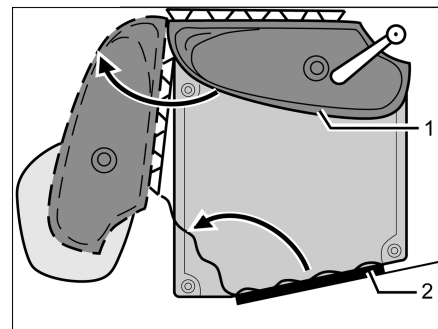

Fig. 378 Inodoro Vario
- Girar el lavabo con la pared dorsal (Fig. 378,1) en dirección de la flecha.
- Entrar en el cuarto de aseo, cerrar la puerta de entrada (Fig. 378,2) desde dentro y bloquearla.